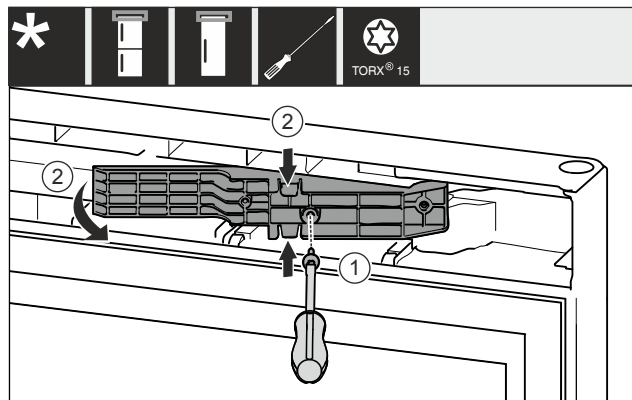

Fig. 12 \*
- ▶ Ослабьте винты отверткой T15. Fig. 12 (1)\*
- ▶ Извлеките деталь адаптера. Fig. 12 (2)\*